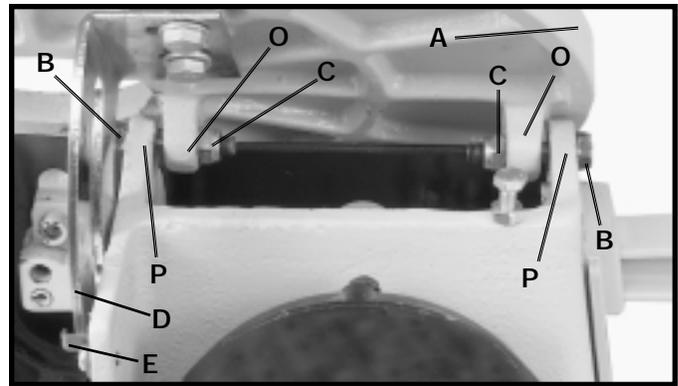

Fig. 7
5. Positionnez la table (A) fig. 7, sur la machine comme l'illustre la figure. Alignez les deux trous des supports de la table (O) avec les deux trous de la base (P) de la machine. **REMARQUE : AVANT DE SERRER LES VIS SPÉCIALES M6 x 1 x 45 mm (B) ET LES ÉCROUS INDESSERRABLES M6 (C) FIG. 7, ASSUREZ-VOUS QUE L'ÉCHELLE D'INCLINAISON (D) FIG. 7, EST POSITIONNÉE SOUS L'AIGUILLE (E), COMME L'ILLUSTRE LA FIGURE. AUSSI, NE SERREZ PAS COMPLÈTEMENT LES VIS SPÉCIALES M6 x 1 x 45 mm (B) AVEC LES ÉCROUS INDESSERRABLES M6 (C). LA TABLE DOIT POUVOIR S'INCLINER FACILEMENT.** Fixez la table (A) fig. 7 à la base (P) à l'aide de deux vis spéciales M6 x 1 x 45 mm (B) et d'écrous indesserrables M6 (C) comme l'illustre la figure.